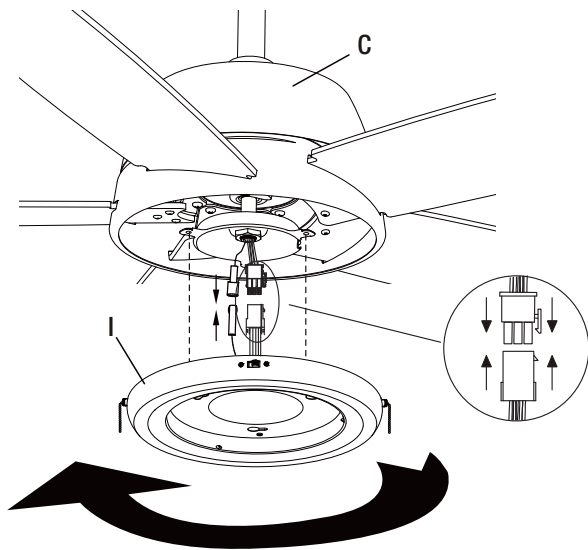

Figura 12
- Conecte el cable azul del ventilador al cable azul del kit de lámpara insertando firmemente los conectores entre sí. (Figura 12)
- Conecte el enchufe de 6 clavijas del ventilador al enchufe de 6 clavijas del kit de lámpara insertando firmemente los enchufes juntos. (Figura 12)
- Introduzca con cuidado todos los cables en la carcasa del interruptor y alinee los 3 orificios del kit de lámpara (I) con los tres tornillos preinstalados en la carcasa del interruptor.